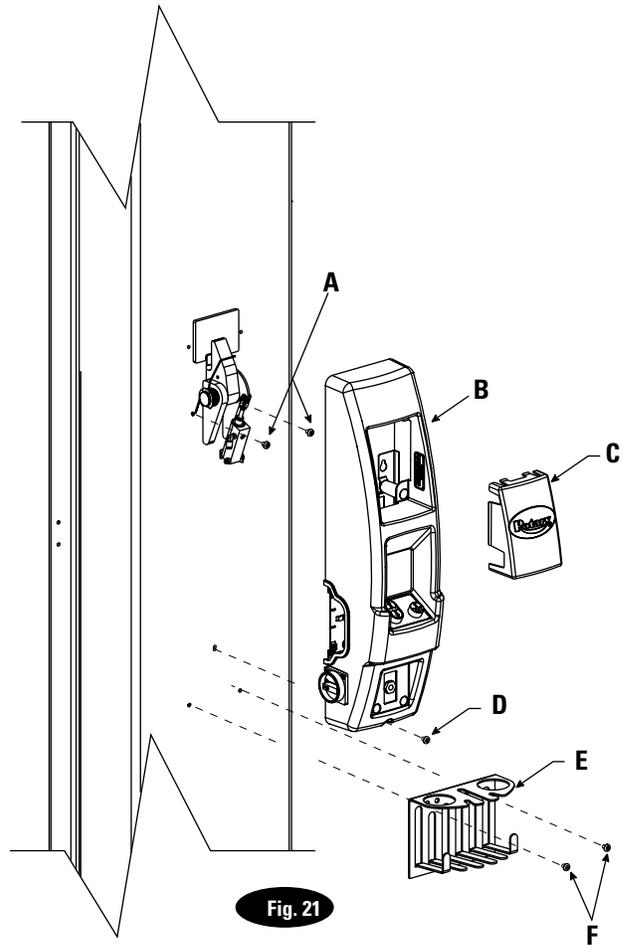

Fig. 21 Detail
Retire el panel de acceso del cuadro de mando auxiliar, Fig. 21. Coloque (2) tornillos PHMS 5/16"-18NC x 3/8" en los orificios de cada lado del inmovilizador dejando fuera unos 3 mm para sujetar el cuadro. Sujete el cuadro de mando auxiliar sobre el inmovilizador en la columna usando los tornillos PHMS 5/16"-18NC x 3/8" y tire del cable de solenoide el inmovilizador a través del cuadro, Fig. 21. Instale (1) PHMS 5/16"-18NC x 3/8" en la parte inferior del cuadro de mando auxiliar. No vuelva a instalar aún el panel de acceso en el cuadro de mando. Lo reinstalará posteriormente.